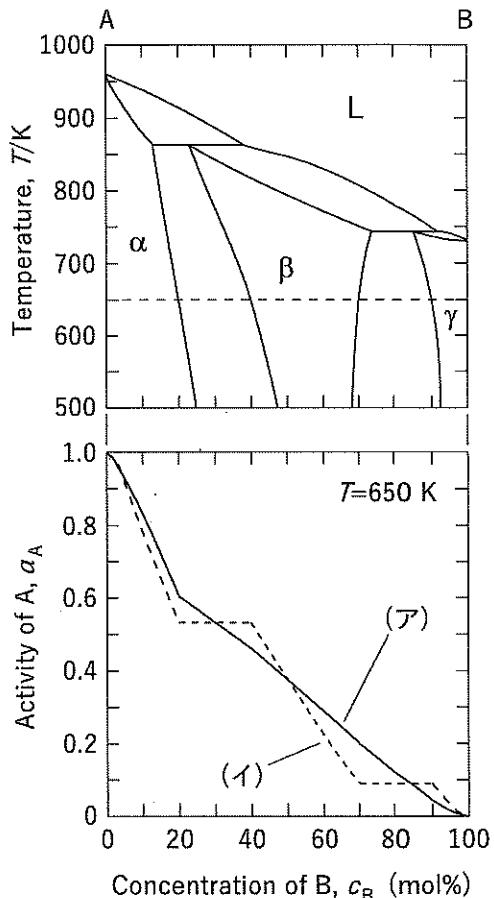

図 1 A-B 二元系平衡状態図と活量の濃度依存性
問(2) ある金属元素 A および B からなる二元系合金を考える。図 1 は、A-B 二元系平衡状態図と、温度 $T = 650\text{ K}$ における合金中の A の活量 a_A と B の濃度 c_B (mol%) の関係を示すグラフを並べて示している。図中の実線(ア)および破線(イ)のうちどちらが $a_A - c_B$ 関係として妥当かを答え、化学ポテンシャルと活量の関係式を用いてその根拠を説明しなさい。